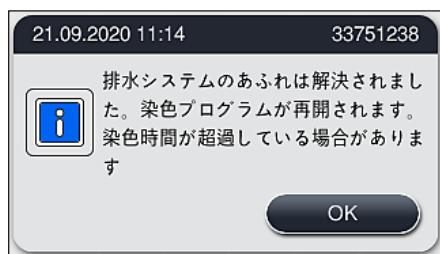

図 121
✓ 詰まっていた水が排出されると、他のメッセージ (「図 121」) が表示され、染色プロセスを続行できることがユーザーに通知されます。「OK」 (「図 121」) を押して続行します。
1. さらなるクリーニングの試みが成功し、詰まりが除去されると、水位が危険レベルを下回ります。メッセージ（→「図 121」）が表示され、染色プロセスを続行できることがユーザーに通知されます。「OK」（→「図 121」）を押して続行します。プログラムが開始可能であることが表示され、処理中のプログラムが自動的に続行されます。